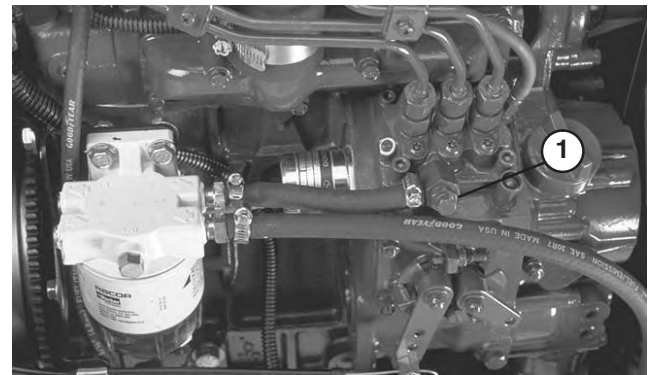

Bild 35
3. Öffnen Sie die Entlüftungsschraube an der Kraftstoffeinspritzpumpe (Bild 35).